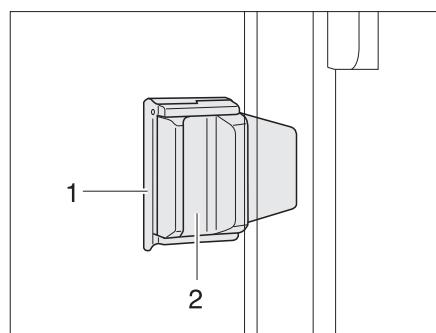

Fig. 64 Ventana corredera con con blo-
- Extraer el bloqueo (Fig. 64,1).
- Presionar el tirador (Fig. 64,2) y, al mismo tiempo, empujarlo hacia adelante o hacia atrás.
- Girar el botón de bloqueo (Fig. 64,1) en posición vertical.